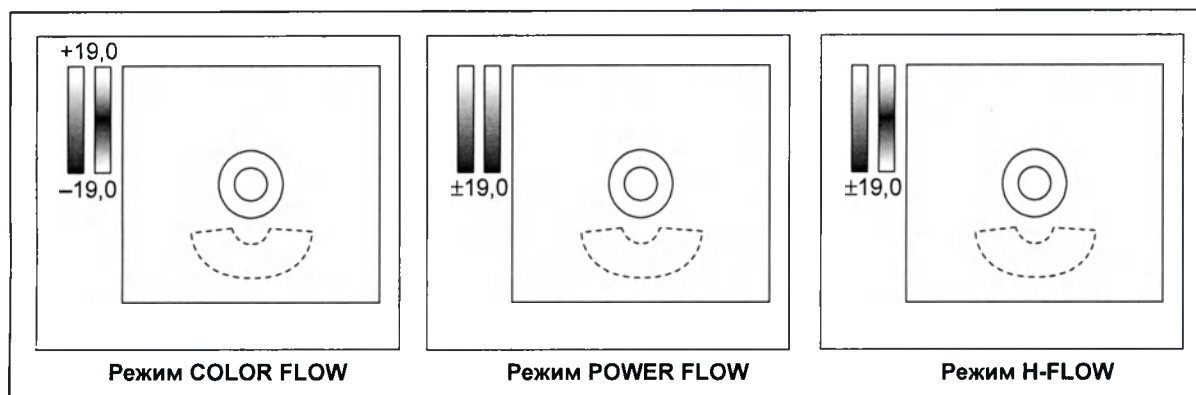

Рисунок 7.108
- 1 С каждым нажатием кнопки VEL.RANGE + увеличивается диапазон скорости для изображения режима FLOW. Значение диапазона скорости на дисплее монитора (см. рис. 7.108) увеличивается соответствующим образом.